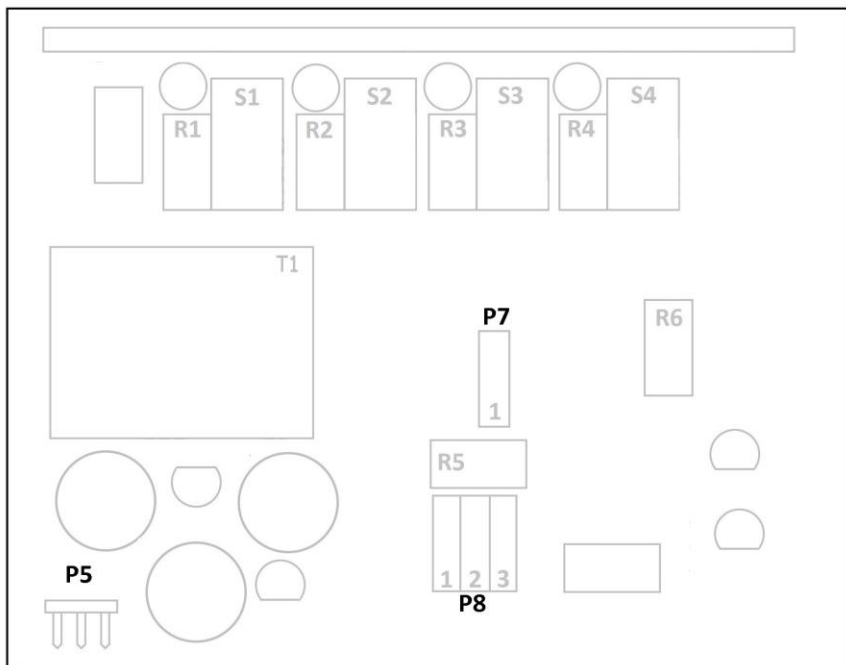

Рис. 1 Расположение регулировочных элементов, плата преобразователя
1.1. Преобразователь предназначен для установки в электрические исполнительные механизмы с целью преобразования положения выходного органа механизма в пропорциональный электрический сигнал и сигнализации или блокирования в крайних или промежуточных положениях выходного органа, а также управления положением выходного органа механизма от входного управляющего сигнала. Для визуального определения положения выходного органа механизмов фланцевого исполнения конструкция ППТ-3-3М изготовлена с цифровым указателем положения в %, который подключается к разъему P5 рисунок 1.